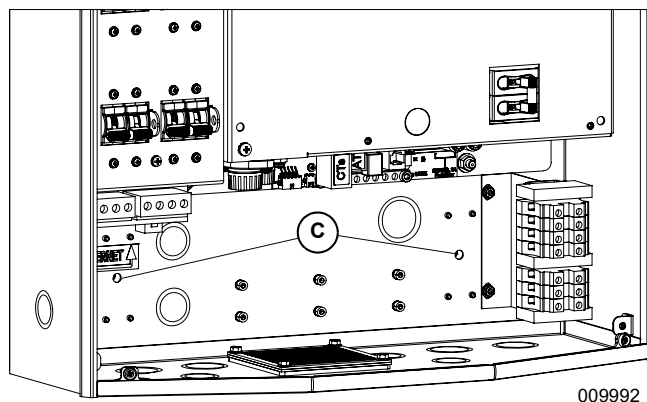

Figura 4-4. Orificios de montaje
4. Consulte la Figura 4-4. Fije la parte inferior del inversor a la pared con dos sujetadores a través de los orificios de montaje (C). Los orificios están a una distancia de 286 mm (11-1/4 pulg.) entre sí. Use anclajes o bloques según sea necesario.